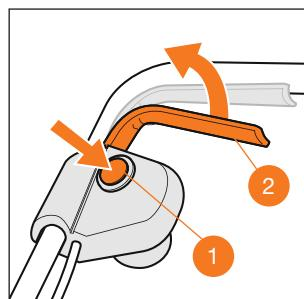

рис. 24
- Нажмите и удерживайте предохранительную клавишу блокировки включения ① (Рис.24).
- Продолжая удерживать предохранительную клавишу включения ①, прижмите скобу включения двигателя ② к рукоятке (Рис. 24). Двигатель заработает и нож начнёт вращение.
- Отпустите предохранительную клавишу включения ①, продолжая прижимать скобу включения двигателя ② для кошения травы.
- Для остановки двигателя отпустите скобу включения двигателя ②.